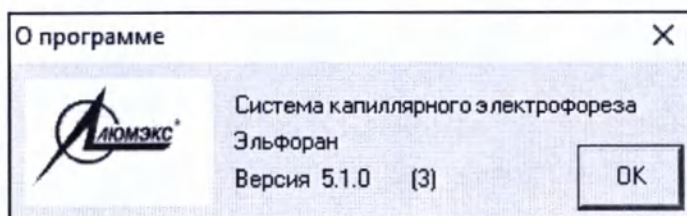

Рисунок 9 – Сведения о программе
- О программе ... – при его выборе выводятся сведения о версии программного обеспечения (рисунок 9).